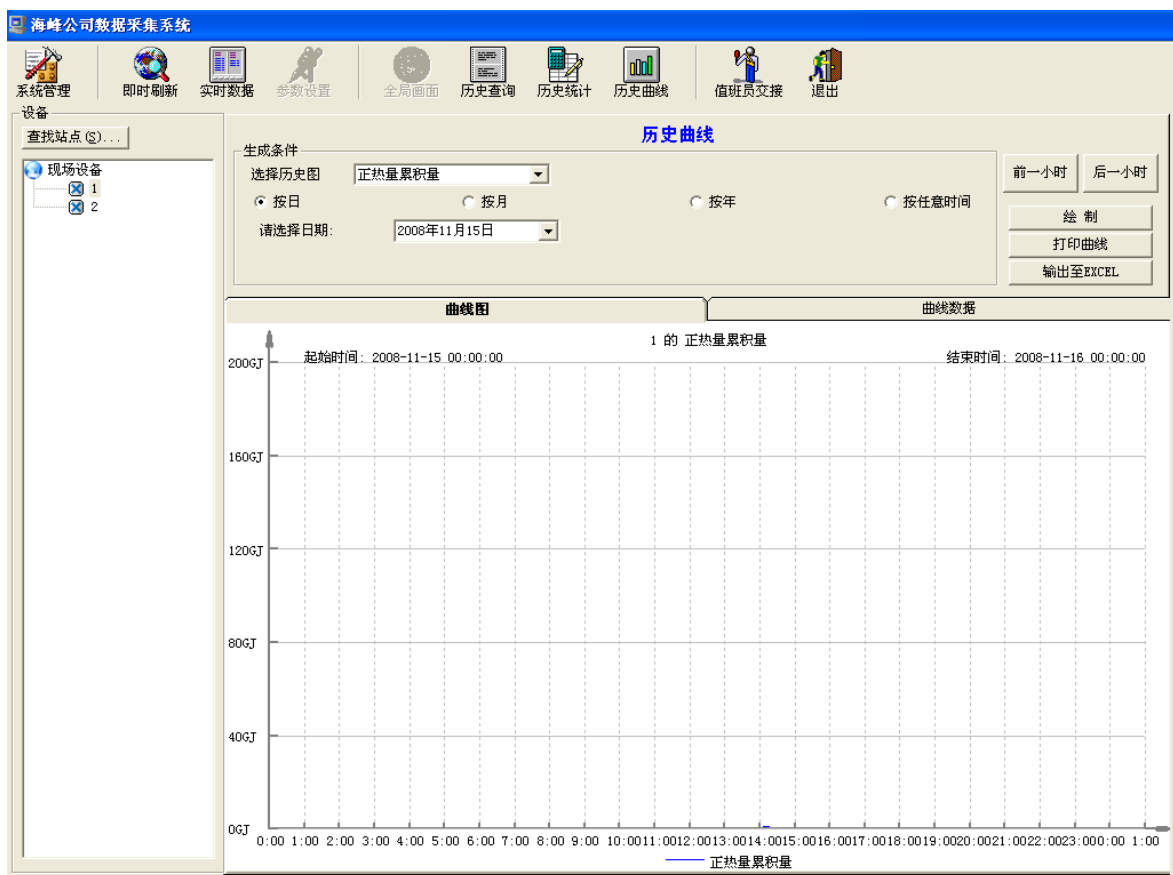

图 3.8.1 历史曲线显示界面
- ① 单击 **历史曲线** 按钮，【显示窗口】转换为【历史曲线】窗口，如图 3.8.1 所示；
- ② 在左侧【现场设备】栏中选择需要绘制曲线的设备，点击【选择历史图】后面的下拉按钮，可以选择想要绘制量的历史图。
- ③ 在【历史曲线】窗口下面有【曲线图】和【曲线数据】窗口，单击对应选项卡名称，显示对应窗口信息。
- ④ 在【历史曲线】窗口下各按钮作用如下：